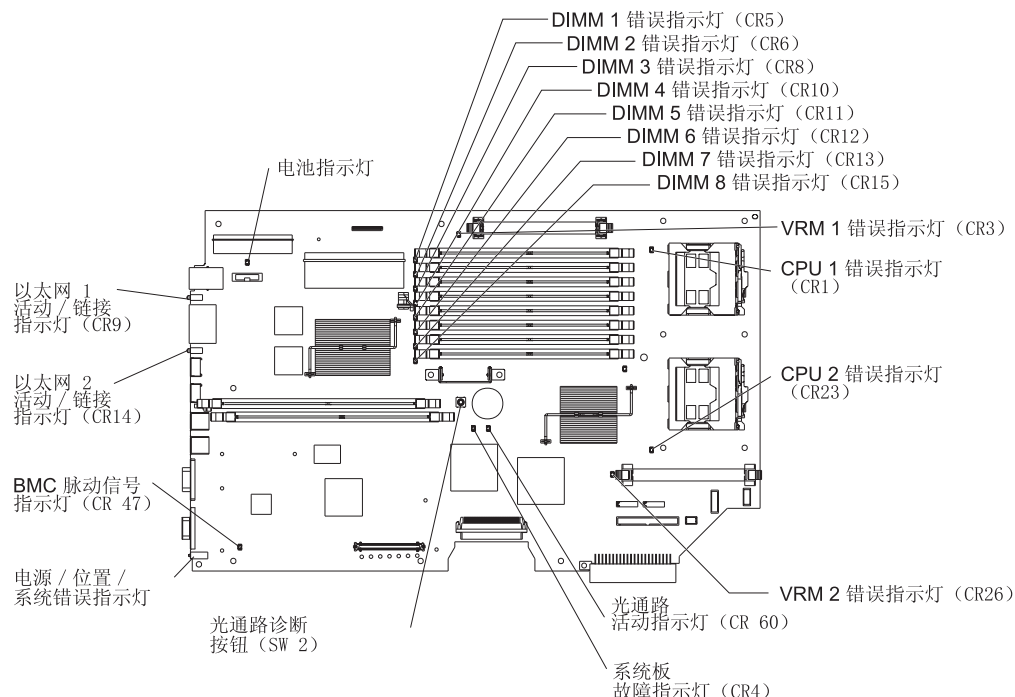

图 8. 系统板指示灯
许多错误首先都是通过服务器正面的操作员信息面板上的系统错误灯变亮来指出的（请参阅第 4 页的『服务器控件和指示灯』）。如果系统错误灯点亮，则服务器内部的一个或多个灯（请参阅图 8）也可能点亮，这些灯可以指引您找到错误源。
4. 如果如 3 步骤所示，光通路诊断面板上点亮的指示灯涉及特定的内部组件，则请查看服务器内部以检查系统板上点亮的指示灯（请参阅第 19 页的图 8）。例如，微处理器错误将会使发生故障的微处理器旁边的指示灯点亮。
如果服务器中的 BMC 代码损坏，服务器可能很难重新启动（重新引导）。如果服务器未打开且脉动信号指示灯（CR 47；请参阅第 19 页的图 8）不亮，则将需要强制 BMC 更新。